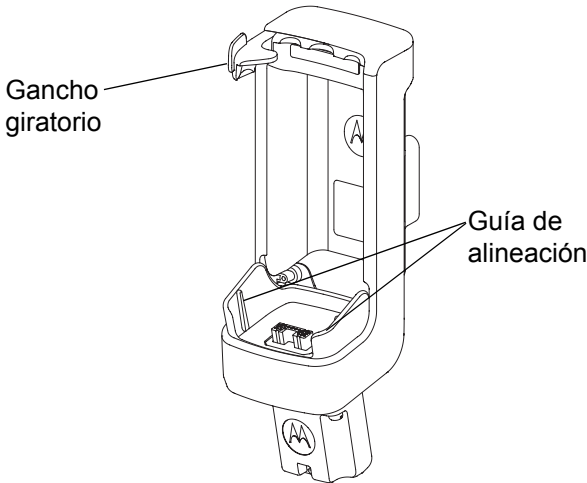

Figura 1. Soporte de carga PMLN6182 con módulo de alimentación para vehículos
1. Coloque el terminal portátil TETRA en el soporte alineando las ranuras de la parte inferior de éste con las guías de alineación ubicadas en el fondo del soporte como se muestra en la figura 1.
1. Gire el gancho hacia la derecha para soltar. (Consulte la figura 1 en la página 3).